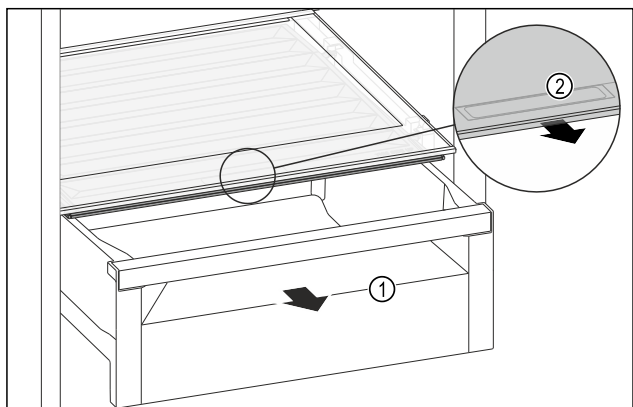

Fig. 206
- Витягніть висувний ящик Fig. 206 (1).
- Візьміться за потайну ручку Fig. 206 (2) на кришці відділення й одночасно потягніть кришку відділення вперед.